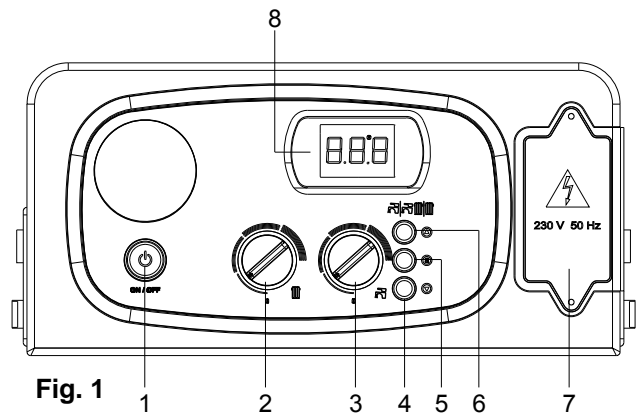

Fig. 1
- Mettre en fonction la chaudière en plaçant l'interrupteur **1** sur ON (marche) (fig. 1)
Pour commuter la chaudière sur « ÉTÉ », agir sur la touche **6** (fig. 1) et sélectionner ainsi la fonction sanitaire. En mode “ETE”, le symbole  s'allume sur l'afficheur du tableau de commande.
Pour commuter la chaudière sur « HIVER », agir sur la touche **6** (fig. 1) et sélectionner ainsi la fonction chauffage. En mode “HIVER”, le symbole  s'allume sur l'afficheur du tableau de commande.
Pour commuter la chaudière en fonctionnement ÉTÉ-HIVER, agir sur la touche 6 (fig. 1) et sélectionner la fonction chauffage/eau chaude sanitaire. Le fonctionnement ÉTÉ-HIVER se reconnaît à l'allumage simultané des symboles  sur l'afficheur du tableau de commande.
Le réglage de la température s'effectue au moyen du bouton **2** (fig. 1) ;
Le réglage de la température s'effectue au moyen du bouton **3** (fig. 1) ;